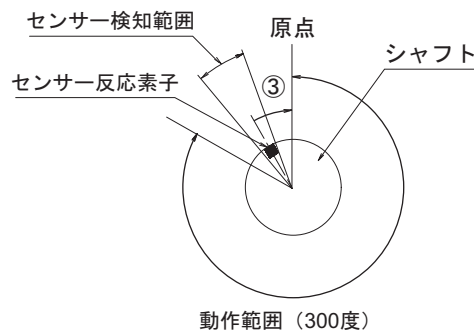

図 2
その位置から時計回りに回転し(③)、Z相を検出して停止します。(図2参照)